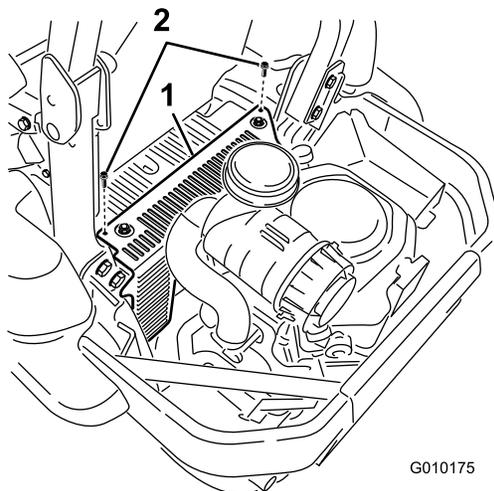

Figura 14
12. En máquinas internacionales solamente, instale la cubierta de la unidad hidráulica en la máquina (Figura 14).